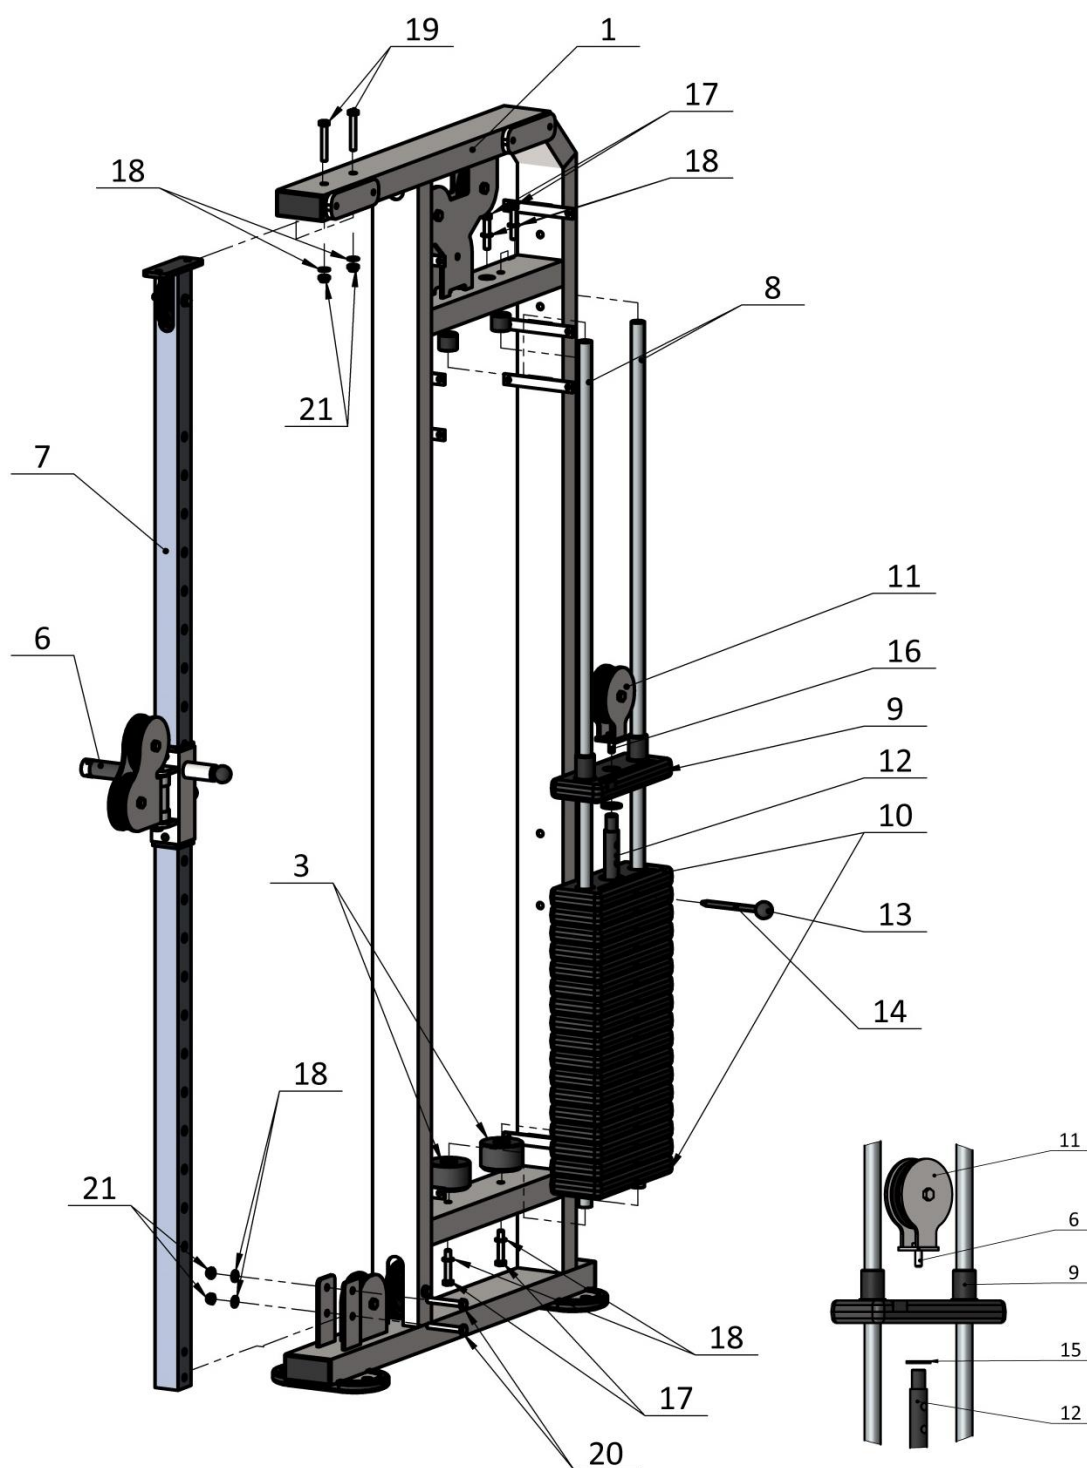

Рис.1
1. На раму (1) прикручивается пара демпферов (3) болтами M10x60 (17) через шайбы D10 (18). Далее под углом в демпфера (3) заводятся трубы системы джокер (8) на которые одеваются грузоблоки (10) в количестве 17 штук. Верхний грузоблок (9) прикручивается к флейте (12) через шайбу D20 (15) с блоком направляющим (11) с помощью болта M10x30 (16), далее собранный узел одевается на трубы системы джокер (8). На верхние концы труб Джокер (8) одеваются втулки (4) и конструкция заводится верхней частью в раму (1) где крепится двумя болтами M10x60 через шайбы D10 (18). (Рис. 1). К раме (1) прикручиваем стойку (7), с предварительно надетым на нее ригелем (6) и крепим её в нижней части болтами M10x75 (20), гайками M10 (21) через шайбы D10 (18). В верхней части стойка (7) прикручивается болтами двумя болтами M10x70 (19) через шайбы D10 (18) и гайками M10 (21) соответственно. (Рис. 1) *Сборка рамы правой (2) производится аналогично из тех же комплектующих.*